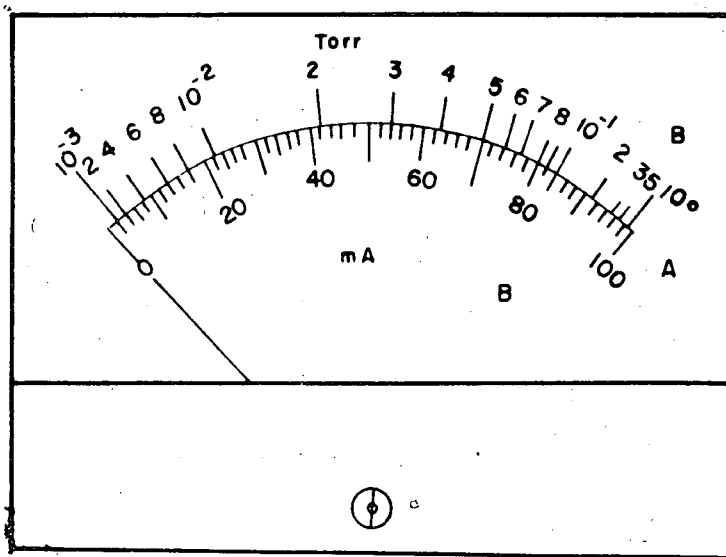

Fig. 1
O vacuômetro usado por nós será o *Eletrônico*, que é mostrado na fig. 1. Ele tem duas escalas que nos darão leitura direta. A escala de baixo, fig. 1 (A) nos dá a leitura em mili-ampêres. A escala de cima, fig. 1 (B) nos dá a leitura em Torr. A escala em Torr é apresentada em potenciação negativa, (ver fig. 1 (B): 10^{-3} ; 10^{-2} ; 10^{-1} ; 10^0). Para sua leitura faremos uma rápida exposição sobre *Potenciação*.